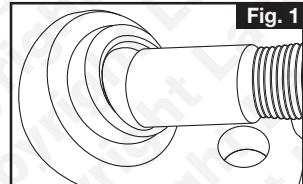

Fig. 1
3. En este punto, es útil retirar la cubierta antipolvo de goma de la rótula para facilitar el acceso y reducir la posibilidad de que la junta se atasque. Consulte la Fig. 1.